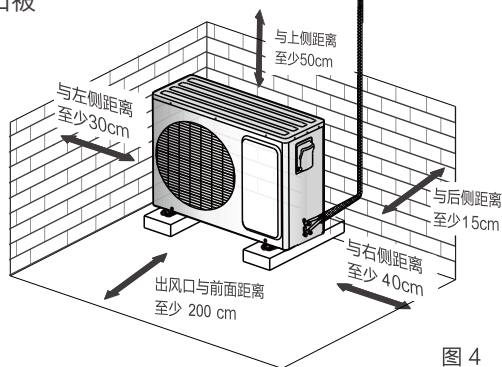

图 4
- 确保室内机安装符合安装尺寸图要求（如图4所示）。
- 安装位置应能承受室外机的重量和振动，并使安装工作安全进行。安装面的选取符合GB 17790-2008的要求（如图4所示）。